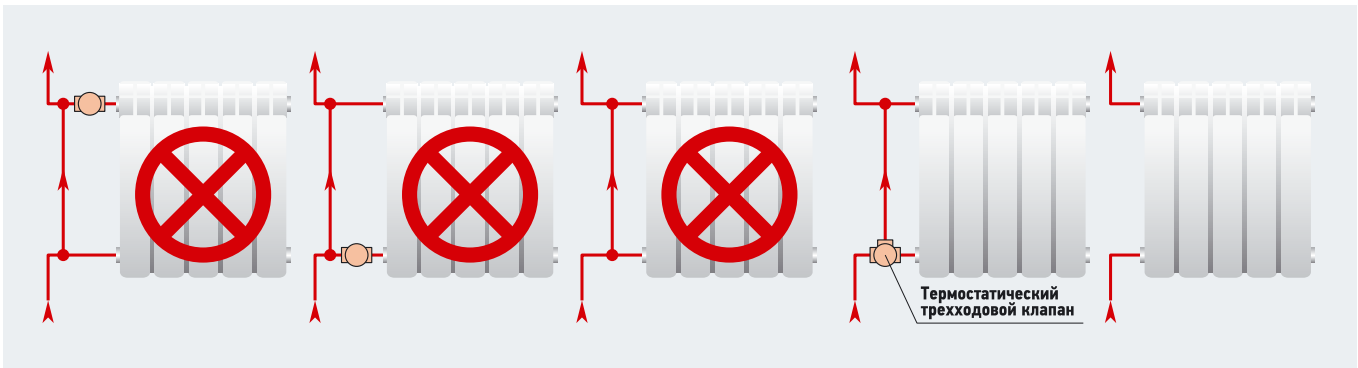

Рис. 5. Допустимые варианты применения ОП
1. Применение ОП с внутренним каналом диаметром 12–18 мм при радиаторном узле со смещенным замыкающим участком должно быть ограничено при движении теплоносителя «снизу-вверх» как гидравлически неоптимального способа присоединения и допускается для схемы с использованием трехходового термостатического клапана на подводке и проточной схемы присоединения, показанной на рис. 5.